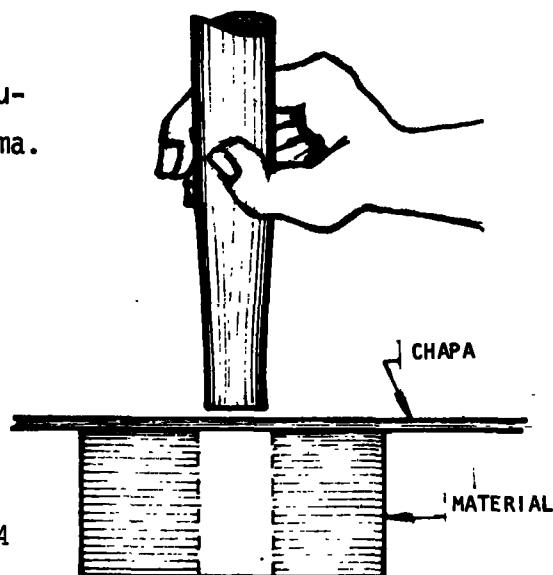

Fig. 4
- b Coloque el punzón sobre el centro marcado (fig. 4).